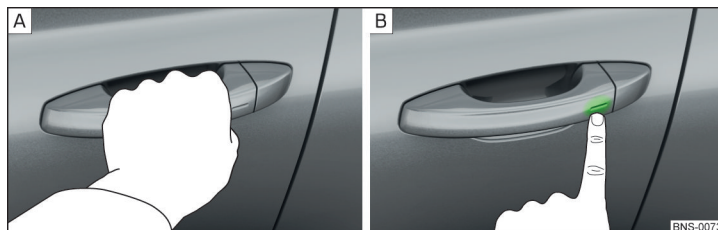

Fig. 51 Déverrouiller le véhicule / verrouiller le véhicule
- Tenez la poignée pour **déverrouiller** » fig. 51 - **A** le véhicule.
- Effleurez avec le doigt le capteur dans la poignée pour **verrouiller** » fig. 51 - **B** le véhicule.
- Toucher le capteur sur la poignée avec le doigt dans les 5 sec » fig. 51 à la page 62 - . Les clignotants clignotent une fois pour confirmer la désactivation.